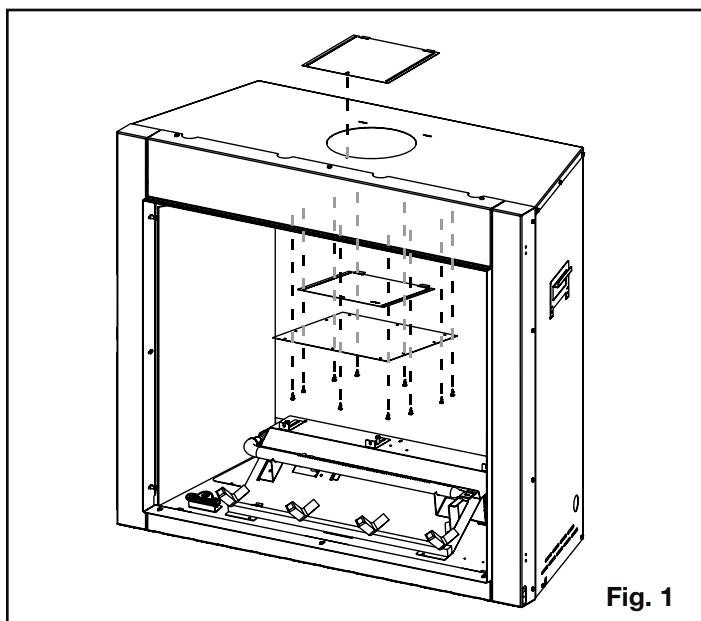

Fig. 1
2. Retirez la plaque de recouvrement de l'évent de l'intérieur de l'appareil en retirant les vis (le nombre de vis varie en fonction du modèle acheté), qui seront nécessaires pour installer le kit d'évent. **(Fig. 1)**
3. Pour les modèles RSS36/42 uniquement. Retirez le couvercle de l'ouverture d'aération à l'intérieur de l'appareil, fixé par une vis. **(Fig. 1)**